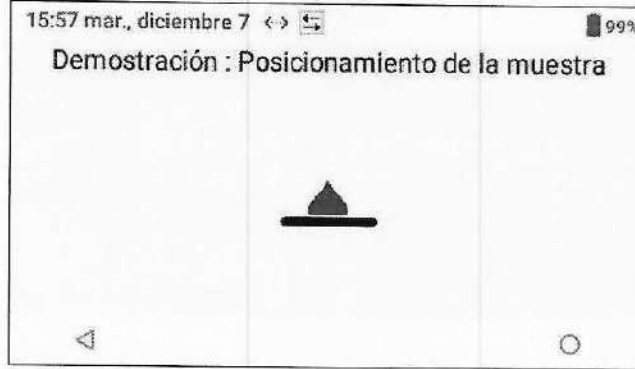

Figura 44: Demostración – Posicionamiento de la muestra
- 4 En la prueba de demostración se visualiza  (Muestra en el Canal de Análisis), lo que indica que el volumen de la muestra es adecuado. El instrumento extraerá automáticamente la muestra del canal de recogida de muestras en el cartucho de prueba y procederá a analizarla (Figura 44). En este punto, el Operador esperaría los resultados de las pruebas.